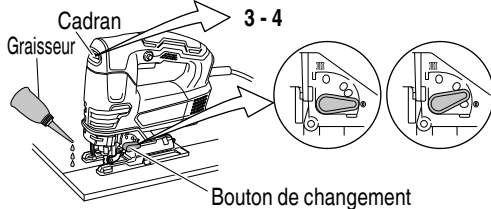

Fig. 16
4. Coupe de matériaux métalliques: (Fig. 16)